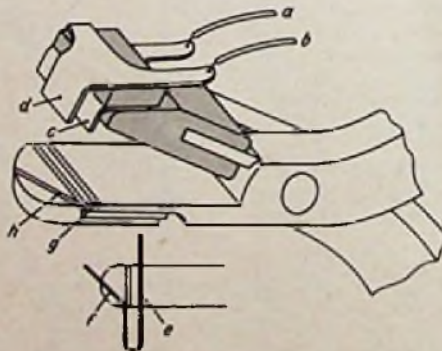

Bild 3. Die Spezialzange zum Erhitzen und Einstoßen der Anschlußdrähte
die z. B. für Parallelschaltung von Impedanzen gilt, und kann ebenso wie diese nomografiert werden. Man erhält so für jedes Q ein Nomogramm mit drei Leitern U , U' und U'' ; ähnlich wie beim Funktechnischen Arbeitsblatt Uf 13 kann man die vier Nomogramme für die unter (6) angegebenen Q -Werte auf einem Blatt unterbringen, wenn man die in Bild 3 gezeigte Darstellung wählt.
Bild 3. Nomogramm zur Ermittlung der wahren Spannung U aus den gemessenen Spannungen U' (großer Bereich) und U'' (kleiner Bereich). Reichen die gezeichneten Meßwerte nicht aus, so sind alle Skalen mit dem gleichen Faktor multipliziert zu denken (z. B. 5, 10, 100...)
In die Zange (Bild 3) sind im unteren Teil Kerben g und h eingelassen, damit für die Schleife des Anschlußdrahtes leicht der richtige Sitz gefunden werden kann. Die Schleife
Der Erhitzung der heiß verzinnten Anschlußdrähte, um sie in die Spulenflansche einzustoßen, ist besondere Aufmerksamkeit zu schenken. Bei zu starker Erwärmung würde die Zinnschicht verbrennen und die Befestigung unsauber werden, weil der Thermoplast dann zu flüssig wird und man zu lange warten müßte, bis der Draht und der Thermoplast erkaltet sind. Ein sehr brauchbares Verfahren für das heiße Einstoßen der Anschlußdrähte ist in Bild 3 wiedergegeben, bei dem man eine speziell